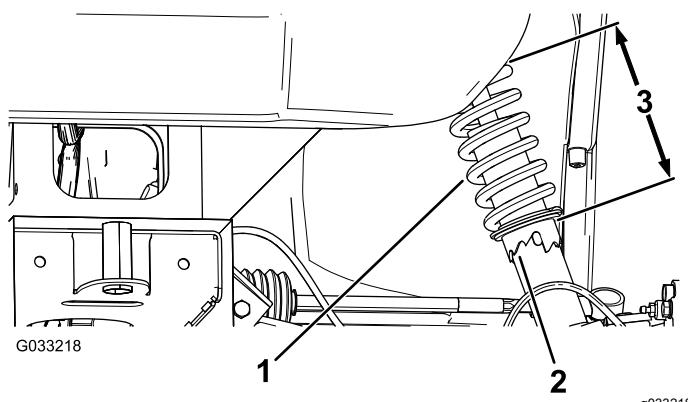

Figura 50
- Se la campanatura della ruota non è regolata correttamente, usate la chiave fissa per ruotare il collare dell'ammortizzatore per allineare la ruota (Figura 50).